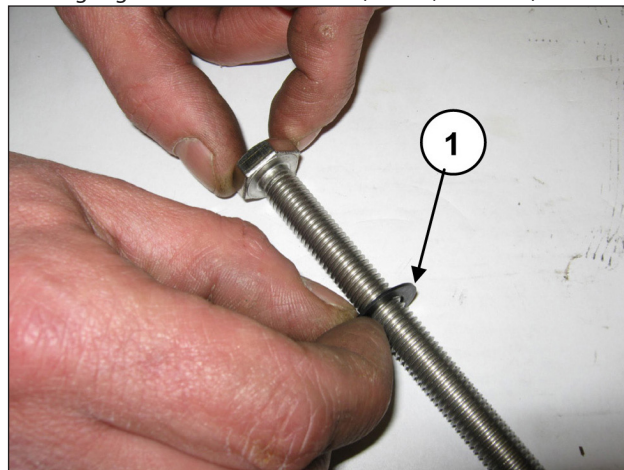

Abb. 136
Setzen Sie die Unterlegscheibe $\text{\O}10 \times 18 \times 0,9$ auf die Befestigungsschraube des Kolbens (Pos. ①, Abb. 136).